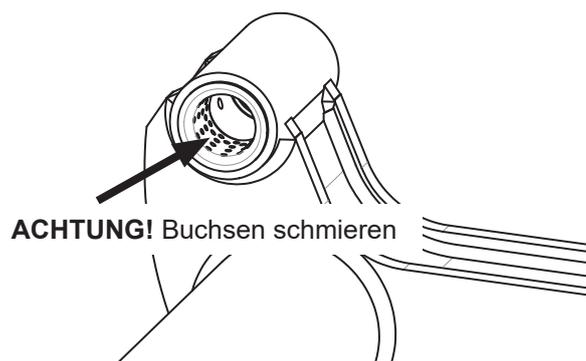

Abb.29. Nehmen Sie eine gründliche Initialschmierung der Metallbuchsen vor.
2. Schmieren Sie die Metallbuchsen an der oberen Armlagerung und vergewissern Sie sich, dass die kleinen Öffnungen auf der Buchseninnenseite mit Fett gefüllt sind. Siehe Abb.29.